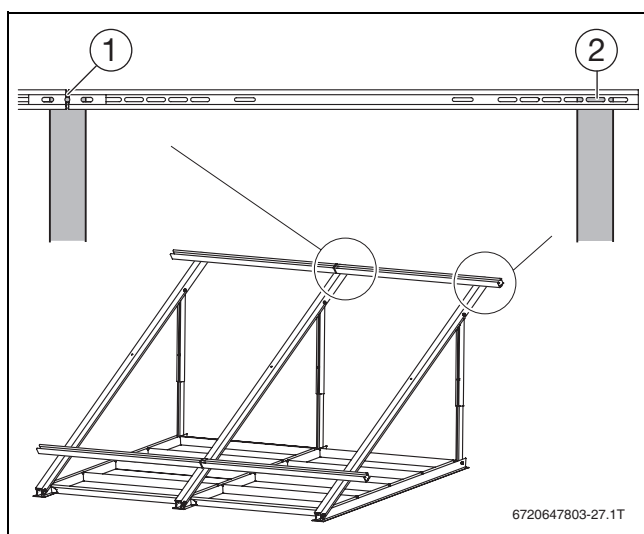

Fig. 40
- Posizionare le guide profilate nei supporti per collettori e iniziare da lì come mostrato nella → fig. 40 e nella tab. 19, 20 e 21 secondo il tipo di montaggio.
orizzontale	2° foro oblungo da destra (→ fig. 40 [2])
orizzontale	foro centrale del giunto ad innesto (→ fig. 40 [1])